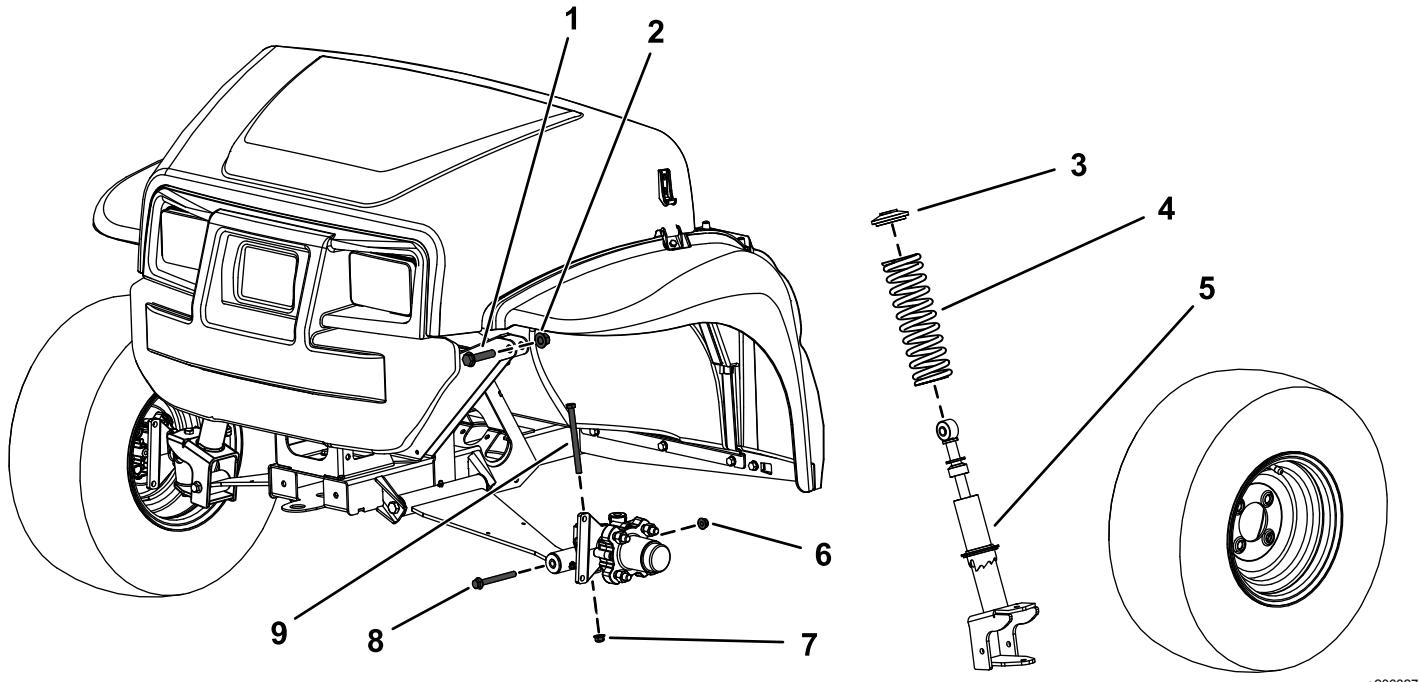

Bild 1
2. Nehmen Sie die Sechskantschraube ($\frac{3}{8}$ " x $4\frac{3}{4}$ ") und Bundmutter ($\frac{3}{8}$ ") von der Spindel ab (Bild 1).
3. Nehmen Sie die Sechskantschraube ($\frac{3}{8}$ " x $3\frac{1}{2}$ ") und Bundmutter ($\frac{3}{8}$ ") vom Steuerarm ab (Bild 1).
4. Nehmen Sie die Sechskantschraube ($\frac{1}{2}$ " x $2\frac{1}{4}$ ") und Sicherungsmutter ($\frac{1}{2}$ ") ab, mit denen die Strebe am oberen Rahmen befestigt ist (Bild 1).
5. Nehmen Sie die Strebe ab (Bild 1).
3. Entfernen Sie die Feder von der Strebe (Bild 1).
4. Bringen Sie die neue Feder über der vorhandenen Strebe an (Bild 1).
2. Befestigen Sie den oberen Teil der Strebe mit der oberen Sechskantschraube (½" x 2¼") und Sicherungsmutter (½") am Rahmen, wie in Bild 1 abgebildet.
4. Bringen Sie die Sechskantschraube (¾" x 4¾") und Bundmutter (¾") an der Spindel an (Bild 1).
6. Befestigen Sie den unteren Teil der Strebe mit der Sechskantschraube (¾" x 3½") und Bundmutter (¾") am Steuerarm, wie in Bild 1 abgebildet.